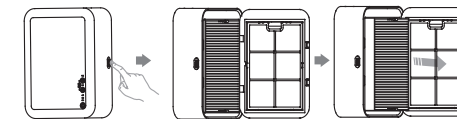

Рис. 4
- Перед началом крепления прибора к стене извлеките из него префильтр с пылесборником, как показано на Рис. 4.